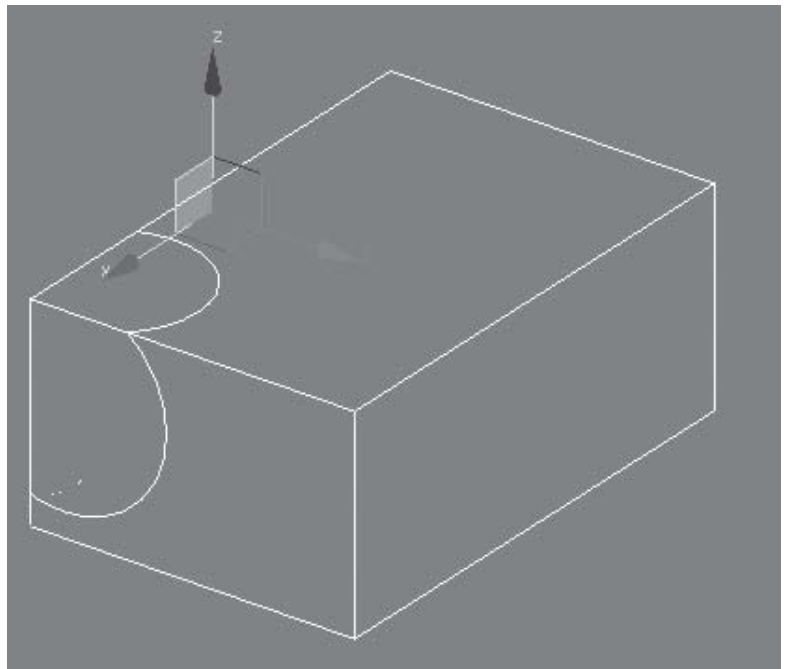

Fig.2.100
- ▶ **Imprint** : les opérandes impriment des segments de leur périmètre sur l'objet de base. Dans le cas de la sphère, elle imprime un cercle sur la boîte (fig.2.100).